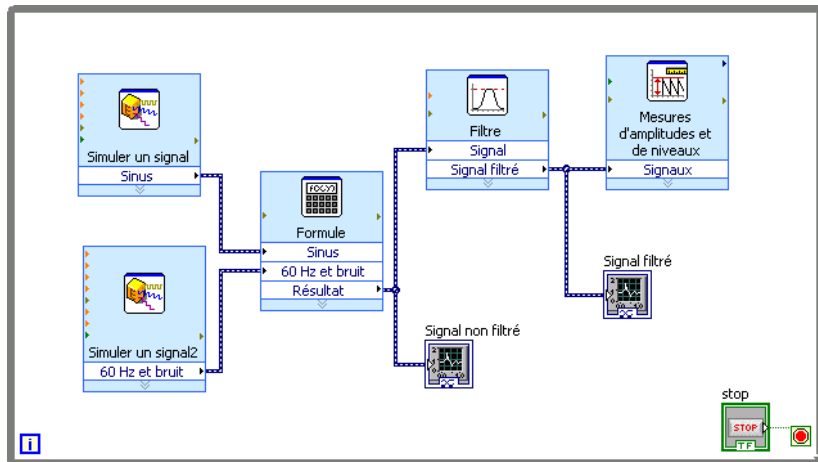

Figure 3-3. Diagramme du VI Analyse
11. Sélectionnez **Fichier»Enregistrer**. Le diagramme du VI Analyse devrait ressembler à la figure 3-3.